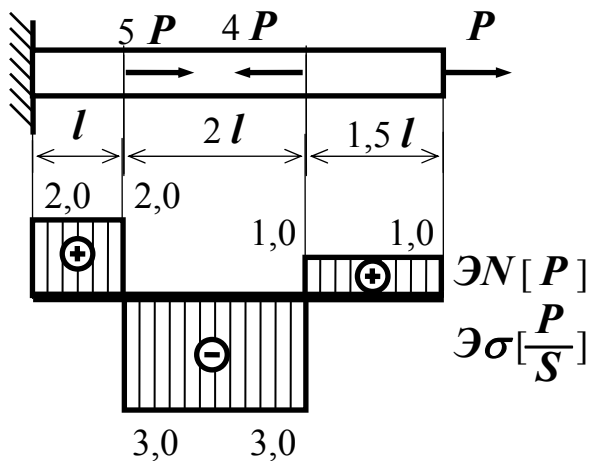

Рис. 2
2. Анализ нагруженности стержня. Построим эпюру нормальной силы ЭН (см. рис. 2).
напряжений $\mathcal{E}\sigma$ подобна эпюре нормальной силы $\mathcal{E}N$, но имеет размерность $[\frac{P}{S}]$ (см. рис. 2).